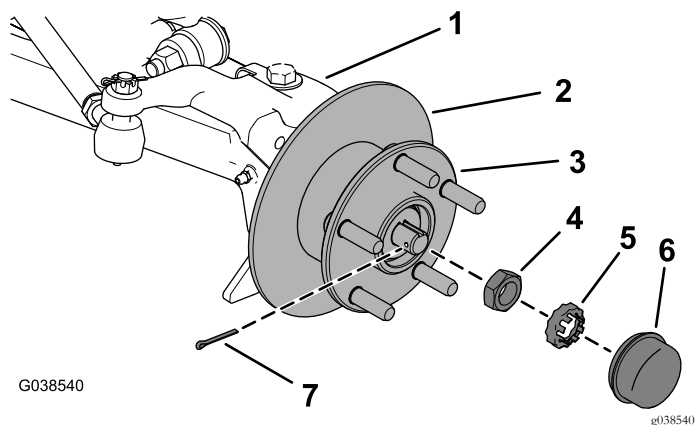

Figur 5
- Fjern den fremre bremseslangen fra hovedsylindren (Figur 5).
1. Monter den fremre bremseslangen til hovedsynderen (Figur 5).